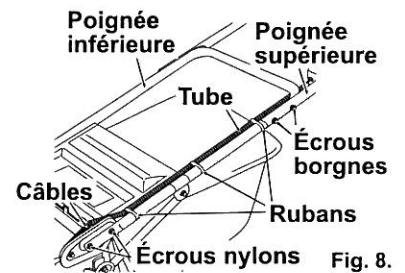

Fig. 8.
- 1 Installez la poignée inférieure sur la machine (avec quatre écrous nylons). (Voir Figs. 8, 9 et 10.)